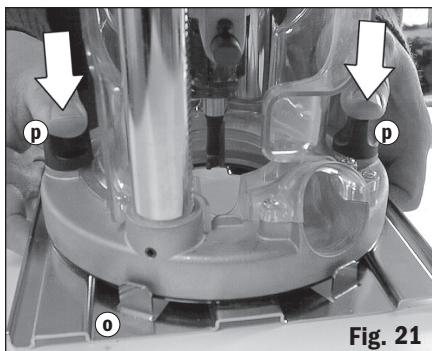

Fig. 21
3. Appuyez sur les boutons de montage jusqu'à ce que les têtes de boulon s'engagent dans les fentes, puis faites glisser la défonceuse jusqu'à ce qu'elle se loge contre les nervures de positionnement. **Fig. 21.** Serrez bien les boutons.